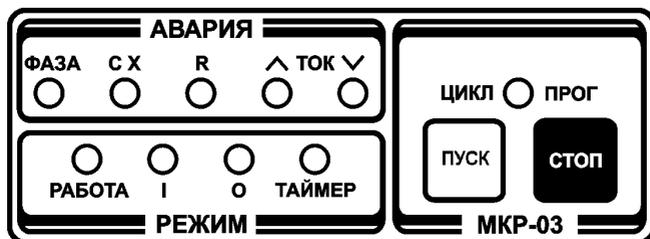

Рис. 2
3.9 В зоне индикации «АВАРИЯ» (рисунок 2) расположены красные индикаторы, отображающие аварийные режимы: